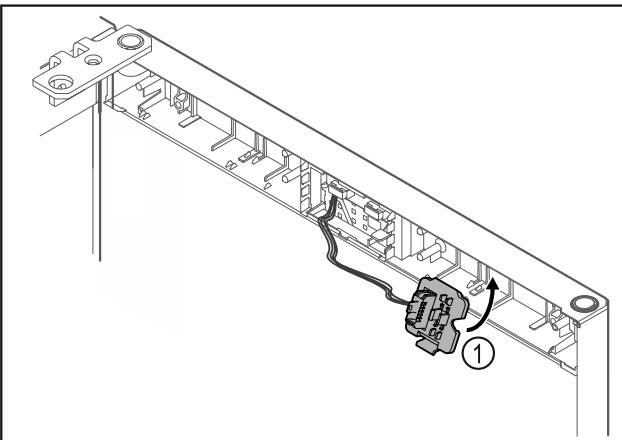

Fig. 21
- ▶ Uglavite držać utikača Fig. 21 (1) na suprotnu stranu.